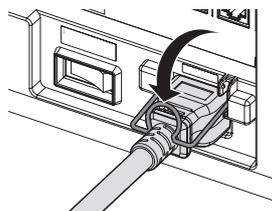

Abb. 3
- 3) **Senken Sie die Netzka... (Abb. 3)**